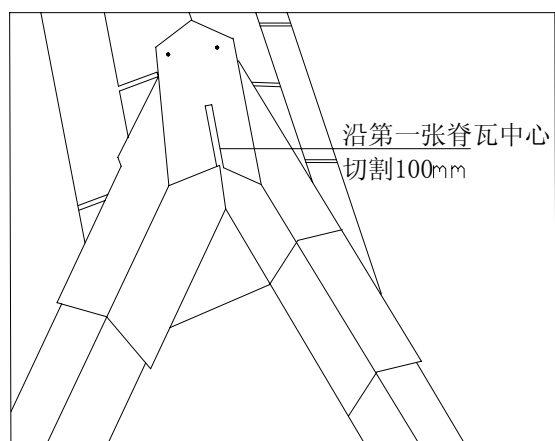

图7 脊瓦
8、贴第一张屋脊瓦，沿屋脊沥青瓦中线割开 100mm 口子，并把他固定在屋脊上，如图 7：